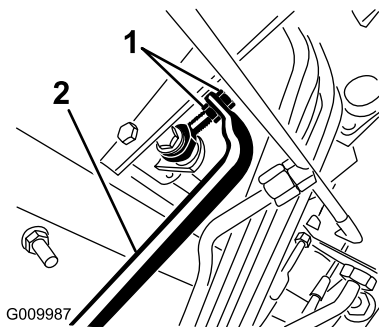

Figura 90
4. Ajuste as porcas de segurança na extremidade da barra da bomba para mover o tubo de controlo da bomba para a frente e eliminar o risco de deslizamentos para a frente e para trás (Figura 90).